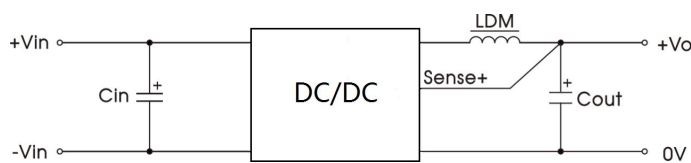

图 2
- ①Ctrl 控制引脚的电压是相对于输入引脚 GND；
- ②纹波噪声测试时具体操作方法参见图 2 及《非隔离模块电源应用指南》；
- ③过温保护形式为产品输出关断；
- ④使用 Trim 和 Sense 时，24VDC 输出型号需满足 $V_{in} \geq 34VDC$ ，36VDC 输出型号需满足 $V_{in} \geq 48VDC$ ；
- ⑤开关频率随输入电压和负载变化，范围在 110 - 750kHz 之间。
(1) 产品测试及应用时, 请按照 (图 2) 推荐的测试电路进行; 务必输入端外接一个电解电容 C_{in} , 用于抑制输入端可能产生的浪涌电压, 输出端外接一个电感和电解电容 C_{out} , 用于输出滤波。
(2) 如果产品输入端并联瞬变能量较大的电路 (如并联电机驱动电路), 或会导致产品输入电压被拉低, 此时关注产品输入电压的波动, 建议适当增大输入端电解电容 C_{in} 的容值, 以保障输入端电压稳定, 避免输入电压低于欠压保护点导致产品重复启动的情况。
(3) 如需进一步减少输入输出纹波, 可适当加大外接电容 C_{in} 、 C_{out} 容值或选用串联等效阻抗值小的外接电容。